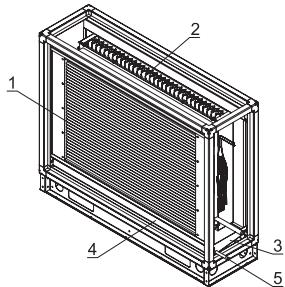

Рисунок 15
Воздухоохладитель (рис.15) представляет собой теплообменник (1) с медными трубками и алюминиевыми ребрами. Патрубки коллекторов выполнены под пайку. Теплообменник (1) и каплеуловитель (2) установлены на специальные направляющие и образуют разборную конструкцию, позволяющую демонтировать их по отдельности. В корпусе секции также установлен поддон (3) для сбора конденсата. Слив конденсата из поддона осуществляется через патрубок (5), установленный в поддоне.